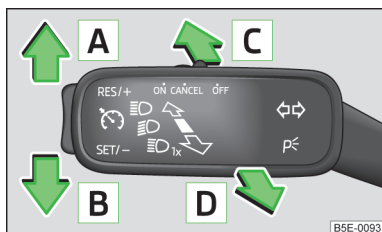

Fig. 29
- » Trageți maneta de semnalizare și pentru faza lungă spre volan și împingeți-o în jos » fig. 29 la pagina 52.
- » Trageți maneta de semnalizare și pentru faza lungă spre volan și împingeți-o în sus » fig. 29 la pagina 52.
Cu maneta de acționare se pot opera următoarele funcții » fig. 29.